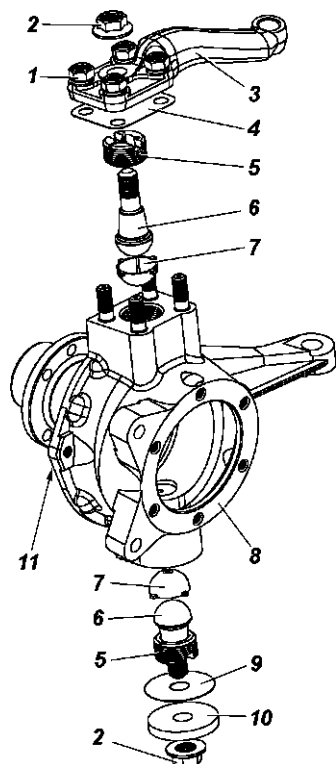

Рис. 9.19. Шкворневой узел с шаровыми шкворнями:
2. Отверните болты крепления сальника 11 (рис. 9.19) шаровой опоры и снимите сальник.